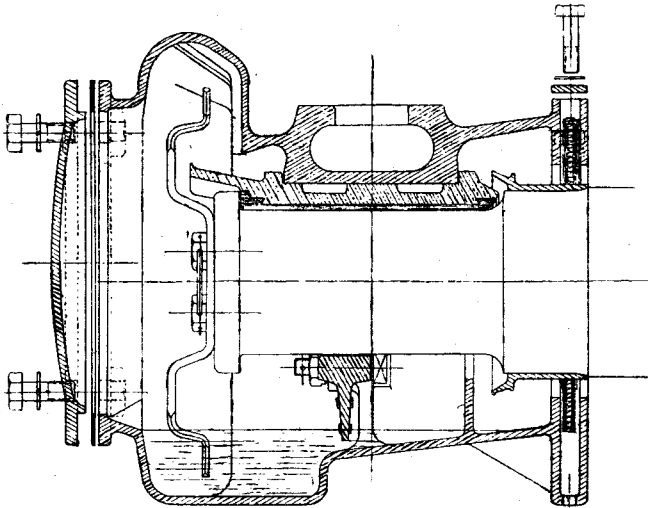

Fig. 10.
Gennem Hullet i Lommens Bund skubbes Underparten opad ved Hjælp af en Jernpind, indtil den ligger an mod Oliefangringen. Hold den fast i denne Stilling, til Overparten er paa Plads, hvorefter Skruetjederenes Ender hægtes paa de dertil anbragte Kroge (Fig. 10). Støvpakningen maa ikke kunne bevæges i lodret Retning i Forhold til Oliefangringen. Er dette Tilfældet, maa der skæres lidt af Overpartens 2 Styreflige, indtil der netop intet Spil forekommer, hvorefter der afskæres yderligere 5 mm.
12. **Akselkassedækslet og dets Pakning** (Fig. 10) paamonteres, idet man sørger for, at Møtrikkerne hviler rigtigt i Recesserne. Boltene sikres med Fjederskiver.